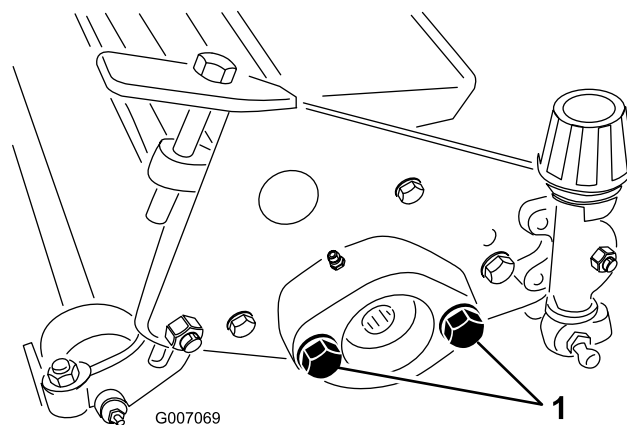

Figura 8
- Regolare le viti di montaggio del motore della trasmissione nel rullo in modo che restino esposti circa 127 mm di filettatura per ciascuna vite (Figura 8).